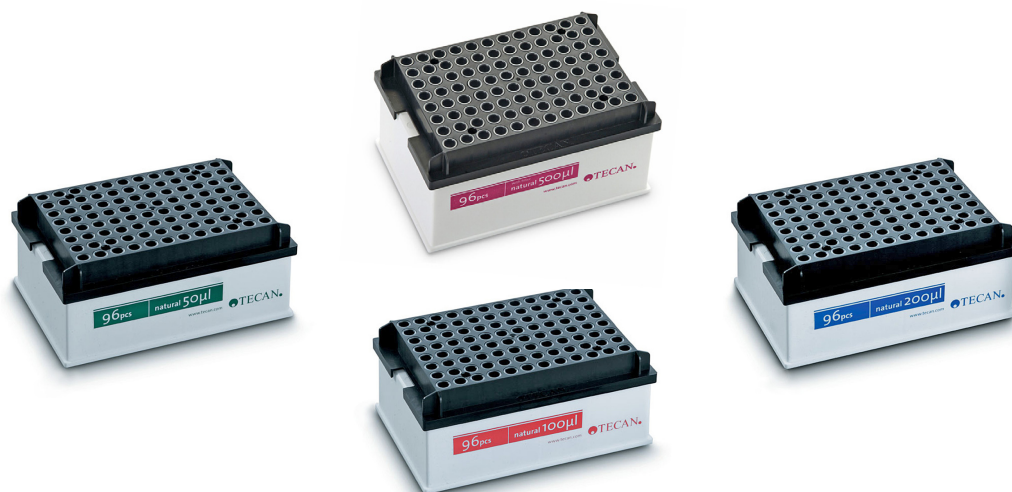
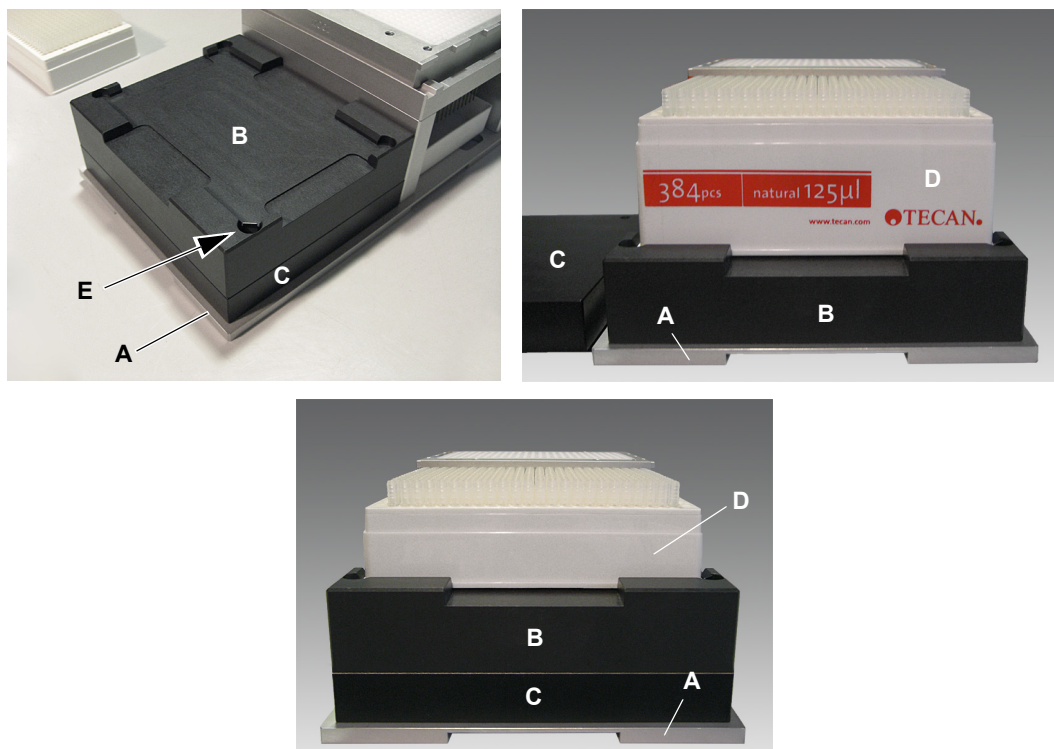

Fig. 4-48 Cajas DiTi con DiTi de 50 µl, 100 µl, 200 µl y 500 µl
Fig. 4-54 Alojamiento ANSI/SLAS para cajas DiTi
Dependiendo del tipo de adaptador, es posible recoger las DiTi de una caja de puntas desechables por filas o por columnas. En este caso, la caja DiTi se coloca en una gradilla especial para ella (alojamiento ANSI/SLAS para caja DiTi) en el soporte del sistema (consulte Fig. 4-54, Fig. 4-48).
- Soporte específico (A) con tres posiciones de alojamiento (en cualquier combinación):
- La gradilla (D) se usa para estacionar adaptadores MCA384 (véase la nota más abajo)
- El alojamiento ANSI/SLAS (B) se usa para colocar cajas DiTi a la altura correcta (consulte "Alojamiento ANSI/SLAS para cajas DiTi y placas", Fig. 4-48)